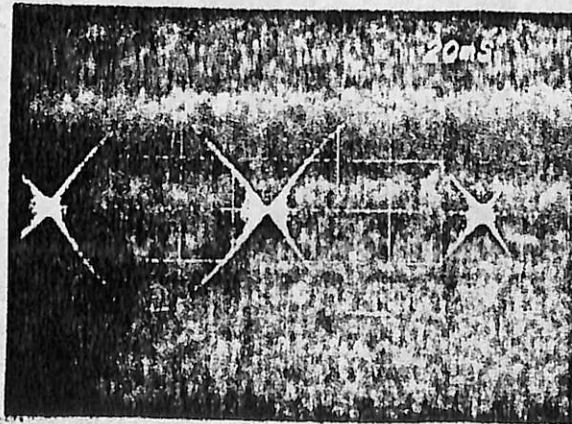

FIGURA 9 ALINEAMIENTO DEL CABEZAL
e) Los dos obulos deben ser con 70% de amplitud entre uno y otro. Referirse a la figura 9.
h) Cuando los lobulos son de igual amplitud, ajuste los tornillos del soporte del motor. Referirse a la figura 9. Chequear el ajuste, luego de haber hecho ir y venir el el cabezal en varios pasos sucesivos. (del track "00" a "4C").